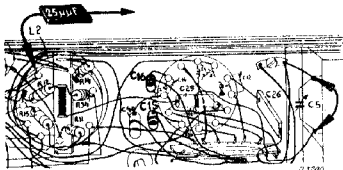

Fig. 5
7. Hulpapparaat aansluiten aan de anode van L2 via een condensator van $25 \mu\text{F}$. (fig. 5). (Of GM 2404 direct aan anode van L2). Outputindicator aansluiten achter het hulpapparaat.
8. Oscillator kortsluiten door een draadje parallel aan C5 te schakelen (fig. 5).
13. C15 trimmen op maximale output. (fig. 5).
7. Oscillator kortsluiten door een draadje parallel aan C5 te schakelen (fig. 5).
11. C16 trimmen op maximale output. (fig. 5).